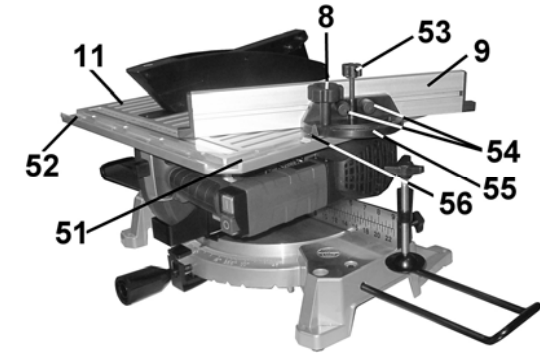

Рис. 13
11.3. Поперечное пиление (Рис.13)
11.4. Косое пиление (Рис.13)